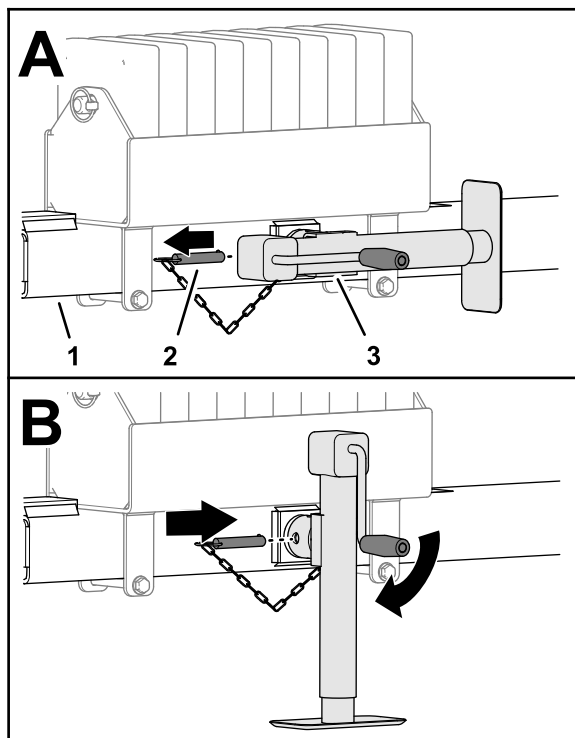

Figura 27
1. Retire o pino que prende o macaco ao tubo de engate e retire o macaco; consulte Figura 27
4. Retire o pino que prende o macaco ao tubo de engate (Figura 27).
5. Rode o macaco na vertical (Figura 27).
6. Insira o pino nos furos horizontais do macaco e do tubo de engate (Figura 27).